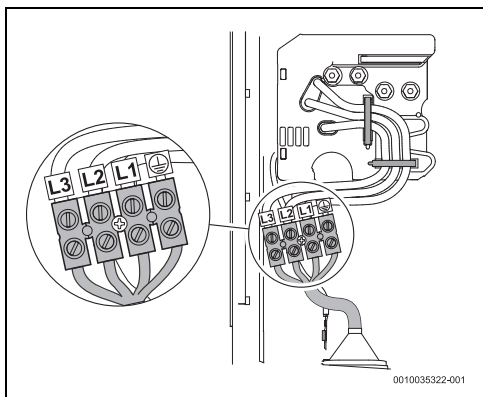

Fig. 88 Raccord inférieur
- Raccordement inférieur (fig. 88)